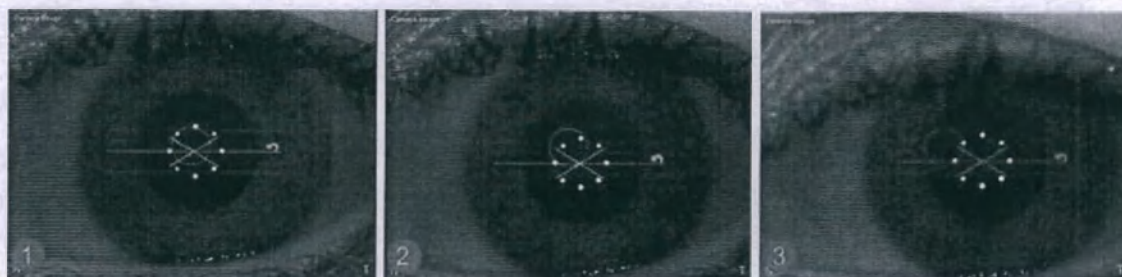

Рис. 81. Выравнивание изображения с камеры — Пример: объемное сканирование
4. ➤ Поворачивайте джойстик по часовой или против часовой стрелки до тех пор, пока наложение в форме крестика не окажется близко к центру кругового наложения (рис. 81).
Если камера выровнена правильно, крест и круг накладываются друг на друга, а шаблон сканирования становится зеленым (рис. 81/1). Можно начать получение изображения.
Если камера выровнена приемлемо, крест и круг накладываются друг на друга, а шаблон сканирования становится желтым (рис. 81). Хотя этот индикатор качества предполагает, что выравнивание приемлемо, компания TPV рекомендует правильно выровнять камеру (рис. 81/2) для получения наилучших результатов.
Если камера выровнена неправильно, крест и круг накладываются друг на друга, а шаблон сканирования становится красным (рис. 81/3). Получение изображения невозможно получить, если камера выровнена неприемлемо или неправильно. Отрегулируйте камеру до тех пор, пока изображение не будет выровнено приемлемо или правильно.